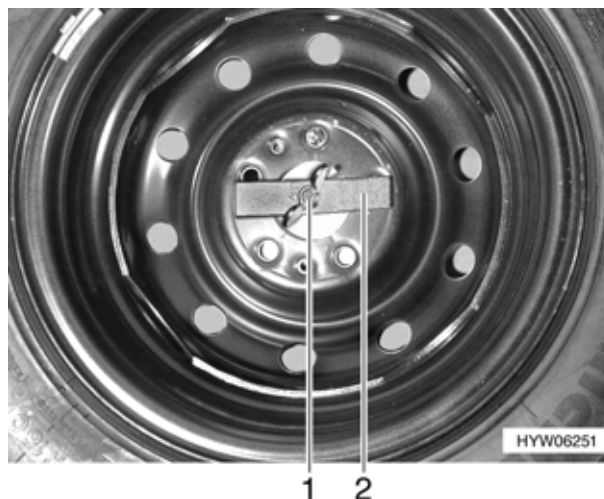

Fig. 206 Ruota di scorta nel gavone di coda (variante 1)
- Svitare manualmente il dado ad alette (Fig. 206,1) e rimuoverlo.
- Rimuovere la barretta di compressione (Fig. 206,2).